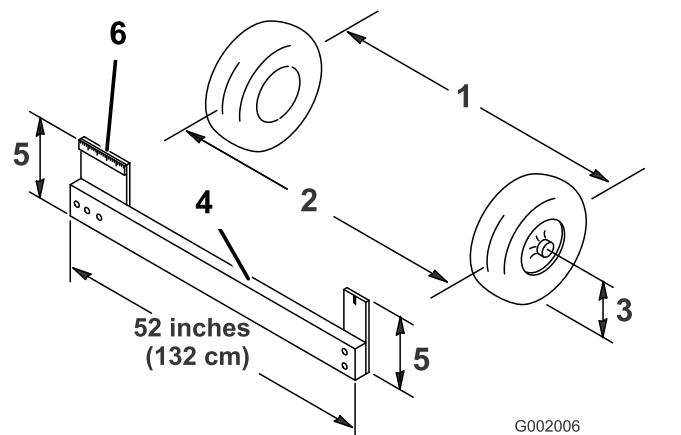

Рисунок 50
4. Измерьте расстояние между обеими передними шинами на уровне моста, с передней и задней стороны передних шин (Рисунок 50).
выравнивания для точного измерения передней части передних колес на высоте моста (Рисунок 50).